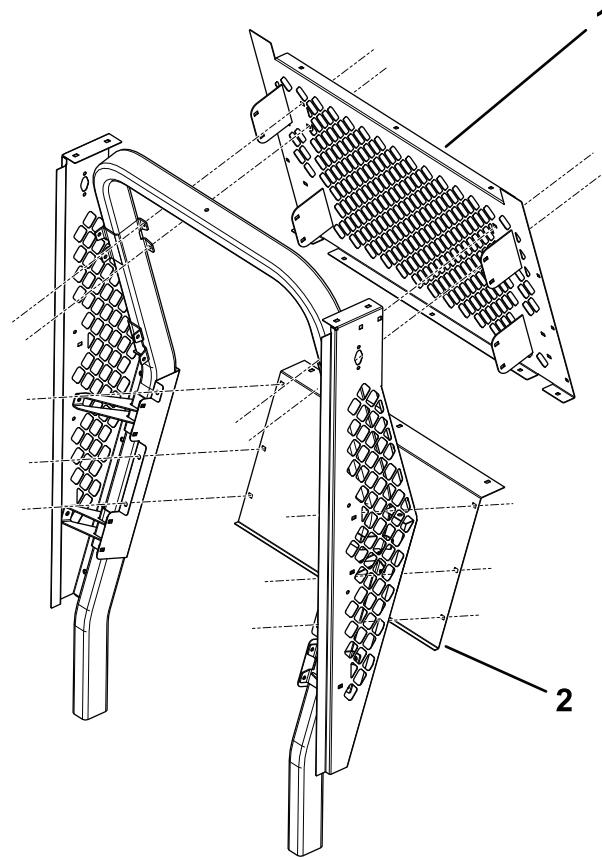

Figura 2
3. Utilize parafusos de cabeça de tremoço (5/16 pol. x 3/4 pol.) e porcas flangeadas (5/16 pol.) para instalar o painel traseiro inferior (Figura 2).
4. Utilize parafusos de cabeça de tremoço (5/16 pol. x 3/4 pol.) e porcas flangeadas (5/16 pol.) para instalar o painel traseiro superior (Figura 2).